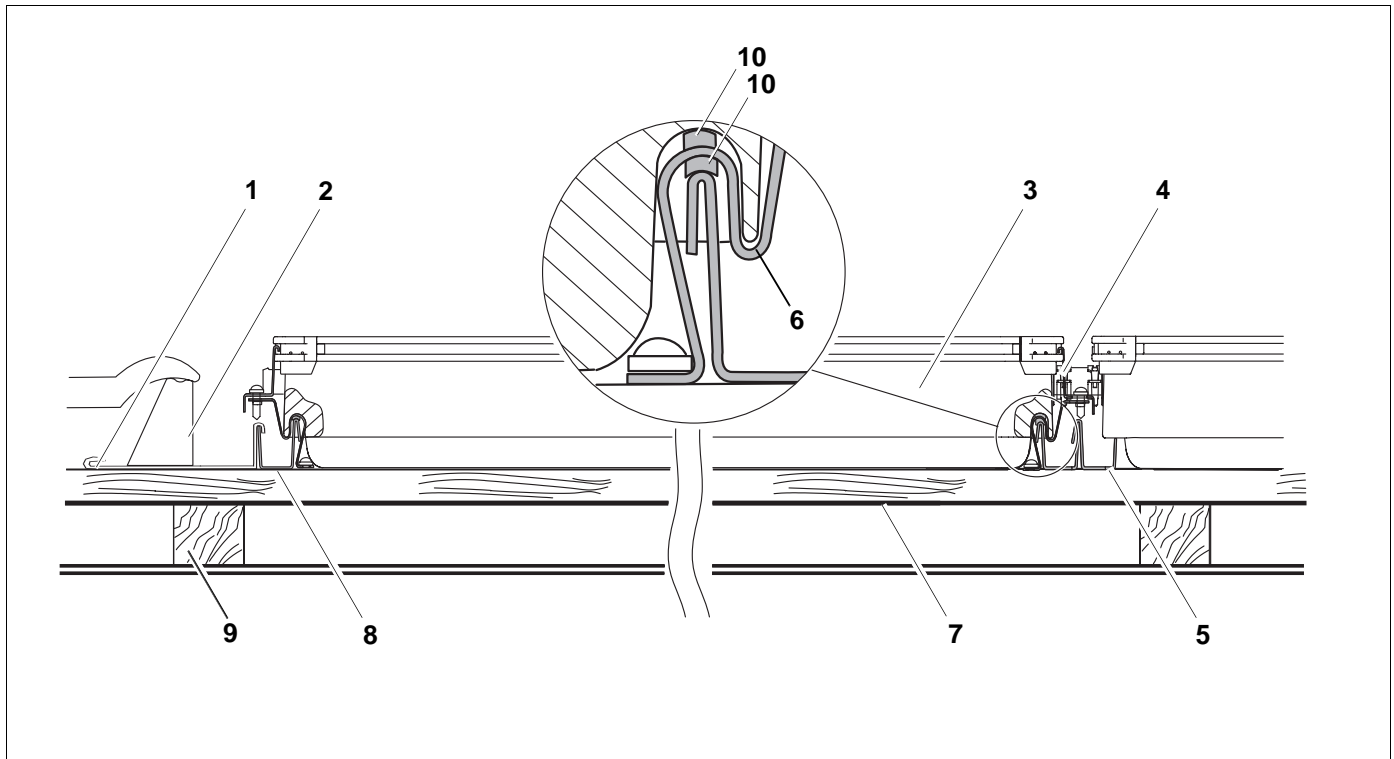

Abb. 2 Schnittdarstellung des Eindeckrahmens
- Links und rechts der Eindeckrahmenreihe greift ein spezielles Abschlussprofil unter die seitlichen Dachpfannen/Dachziegel (Abb. 2). Draufseitig wird das System durch eine Bleischürze aus der Wasser-ebene gehoben. Firstseitig dient das obere Abschlussprofil zur zusätzlichen Abdichtung.